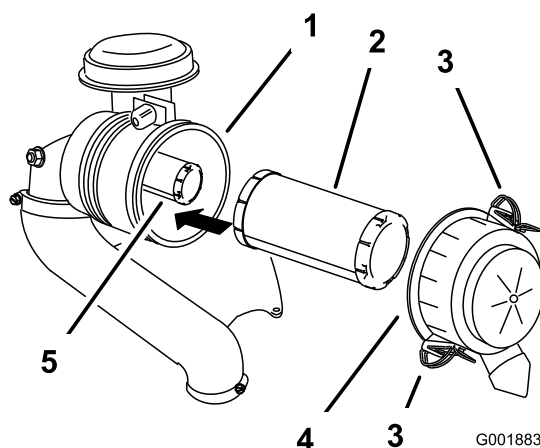

Figura 59
3. Liberte os trincos do filtro de ar e empurre a cobertura do filtro de ar para fora do corpo do filtro (Figura 59).
5. Empurre suavemente o filtro primário para fora do corpo do filtro de ar (Figura 59).
2. Se substituir o filtro interior, empurre-o com cuidado para o corpo do filtro (Figura 59).
3. Empurre com cuidado o filtro principal sobre o filtro de segurança (Figura 59).
4. Monte a cobertura do filtro de ar e fixe os trincos (Figura 59).